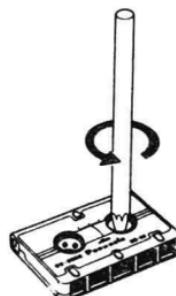

图 1-13
①首先要把磁带卷紧，勿令其松弛。如出现磁带松弛，则应按如图 1-13 所示方法用一支铅笔或其它东西把它卷紧。
②为了得到良好的音质和运行特性，我们建议你前半年用正面(Side-A)，后半年用反面。假定你的机器每天回答 10 次呼叫，则应每年更换一盒新磁带。